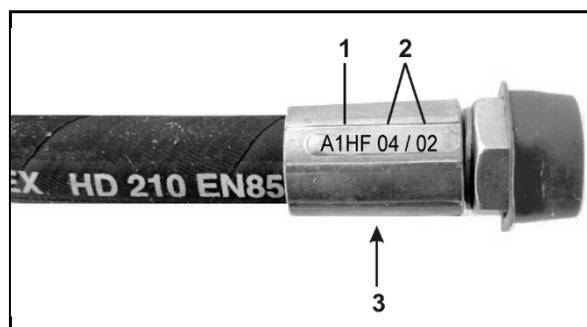

Fig. 99
2. Rundstahl (2) durch die Wartungsklappe senkrecht zum Schieber (1) durch die Schieberöffnung einlegen.
5. Nach dem Lösen der Flügelmutter (Fig. 99/1) muss der Stellhebel (Fig. 99/2) am Anschlag (Fig. 99/3) zur Anlage kommen.
- In dieser Position muss die Ablesekante (Fig. 99/4) für die Schieberstellung den Wert „11“ auf der Skala anzeigen.
Ist dies nicht der Fall, die Position des Anschlags (Fig. 99/3) durch Verdrehen der Verbindungsstangen (Fig. 99/5) entsprechend verändern:
7. Kontermuttern (Fig. 99/6) der Verbindungsstangen (Fig. 99/5) lösen.
8. Die Verbindungsstange solange verdrehen, bis der Anschlag (Fig. 99/3) am Stellhebel (Fig. 99/2) anliegt.